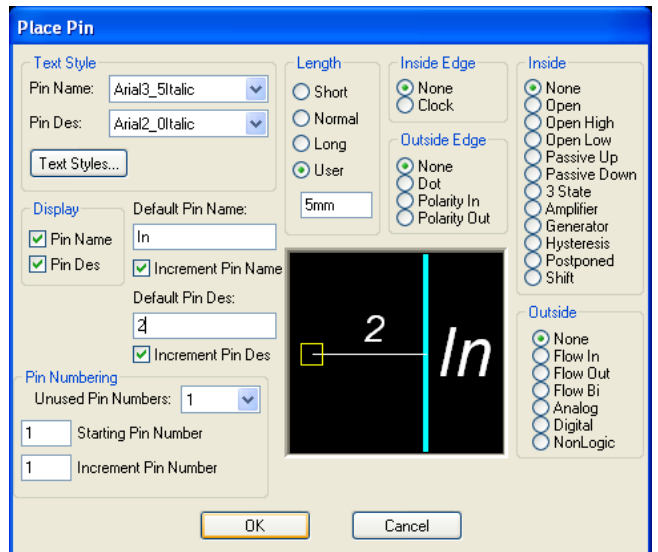

Рис. 4.8 - Диалоговое окно **Pin Properties** для создания контактов символа
- Мастер выводов вызывается командой **Place Pin** (Разместить Вывод) , которая открывает диалоговое окно (*рис. 4.8*) **Pin Properties** (Свойства вывода).